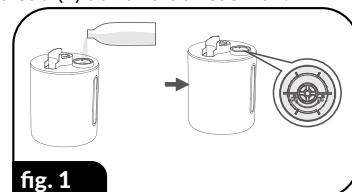

fig. 1
1. Retirez le couvercle de sortie (10) du réservoir d'eau (6).
2. Retirez le réservoir d'eau (6) de la base de l'humidificateur (1) en le saisissant par la poignée (9) puis retournez-le. Dévissez le bouchon de remplissage d'eau (7) au fond du réservoir.
3. Versez au maximum 5 litres d'eau froide dans le réservoir (fig.1), de préférence l'eau déminéralisée à température max. 40 °C Remettez et serrez le bouchon (7).
4. Retournez le réservoir et placez-le sur la base (1). Après avoir installé le réservoir, deux lignes sur le boîtier de base doivent être alignées avec les deux lignes sur le boîtier du réservoir.